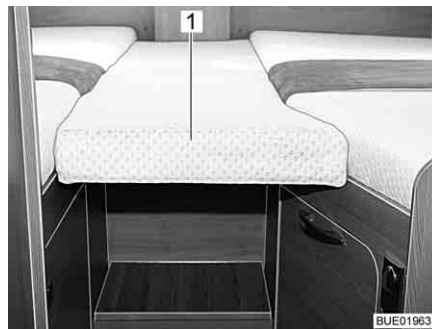
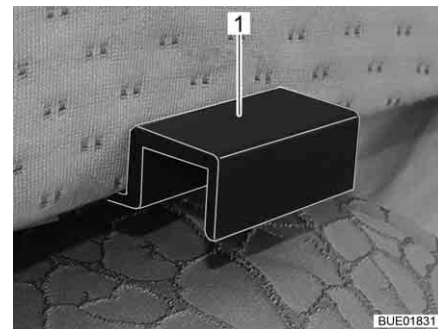

Bild 148 Extra dyna
Bild 149 Fäste extra dynor
- Häng extra dynan (Bild 148,1) med fästena (Bild 149,1) så att det blir en stängd sängyta i enkelsängarnas öppning.